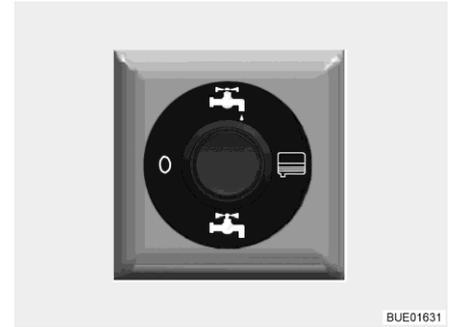

Fig. 173 Conmutador de mando para la llave de desagüe de accionamiento eléctrico
- Pulsar la parte superior del conmutador de mando (Fig. 173). Las aguas residuales son evacuadas.
- Una vez que hayan salido totalmente las aguas residuales, pulsar la parte inferior del conmutador de mando (Fig. 173).
- Poner el conmutador de mando (Fig. 173) en la posición "0" (sin corriente eléctrica).